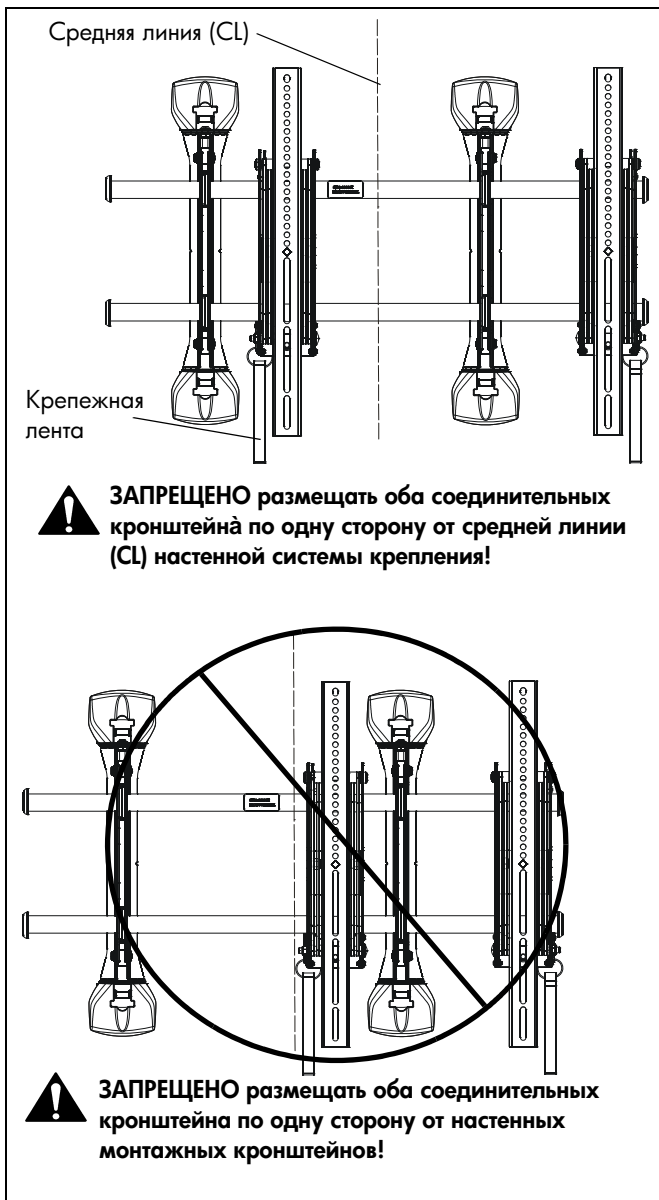

рис. 10
2. Отрегулируйте длину крепежной ленты Velcro® (при необходимости) так, чтобы она не выступала за нижний край экрана. (См. рис. 10)
ПРИМЕЧАНИЕ. ЗАПРЕЩЕНО размещать оба соединительных кронштейна (U и V) по одну сторону от настенного монтажного кронштейна. (См. рис. 10)
ПРИМЕЧАНИЕ. НИКОГДА не размещайте оба соединительных кронштейна по одну сторону от средней линии настенной системы крепления! (См. рис. 10)